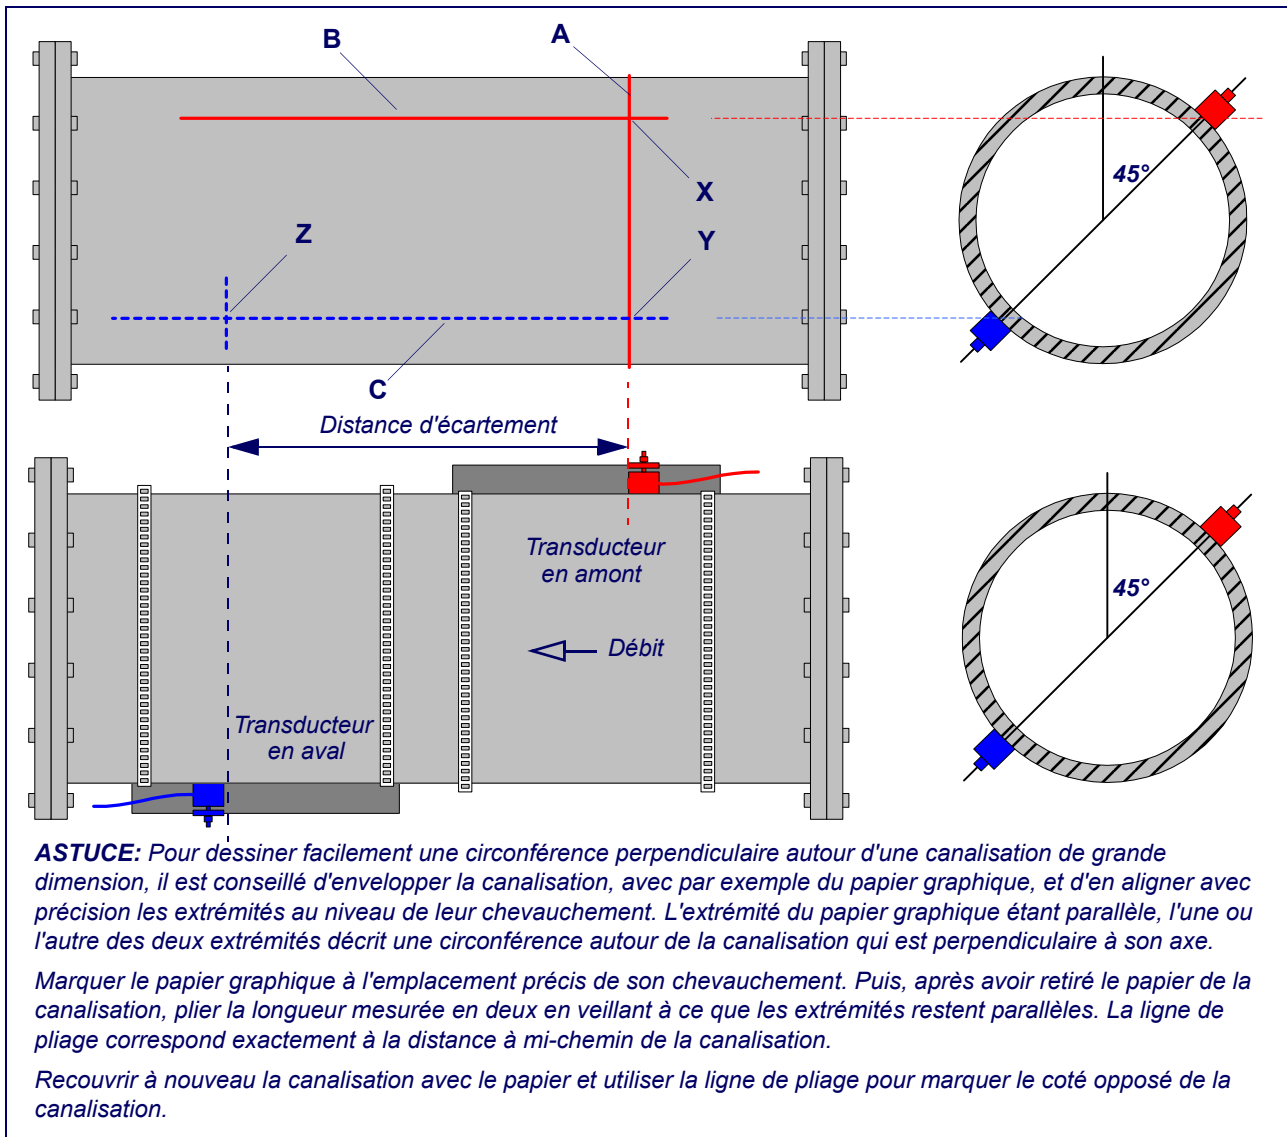

Figure 2.16 Montage des transducteurs pour le mode opérationnel Diagonal
Ce mode opérationnel requiert la fixation de deux rails de guidage pour le transducteur, situés aux deux extrémités opposées de la canalisation, comme illustré sur Figure 2.16 - veuillez remarquer que les rails de guidage sont toujours fixés sur un axe de 45° par rapport au sommet de la canalisation. Lorsqu'ils sont utilisés avec des transducteurs de type « A » ou « B », les rails de guidage sont identiques à ceux qui figurent sur l'image ci-dessus, et le second rail de guidage et ses fixations doivent être achetés séparément.
2. En utilisant une méthode adaptée, marquer une ligne de référence autour de la circonférence de la canalisation, approximativement à l'endroit où le transducteur sera positionné en amont - ligne « A » sur Figure 2.16.
5. A partir du point « Y », tracer une ligne d'un mètre de long (ligne « C ») perpendiculaire à « A » et parallèle à l'axe de la canalisation. Celle-ci est représentée par une ligne en pointillés sur Figure 2.16, puisqu'elle se situe à l'arrière de la canalisation.